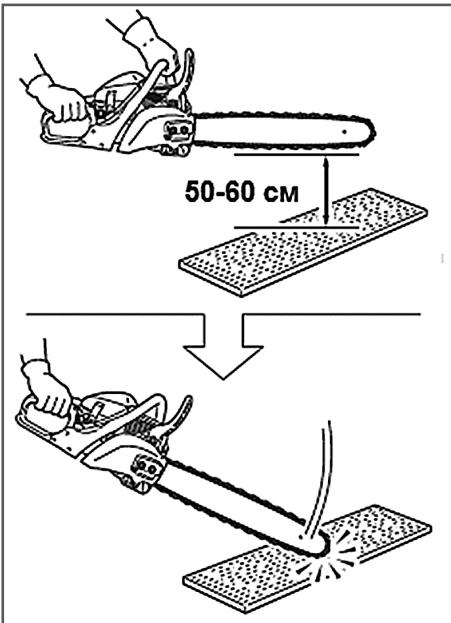

Рис. 7 Проверка инерционного тормоза
1. Возмитесь за переднюю и заднюю рукоятку пилы и держите ее так, чтобы она располагалась на высоте 50-60 см от испытательной поверхности (Рис. 7).